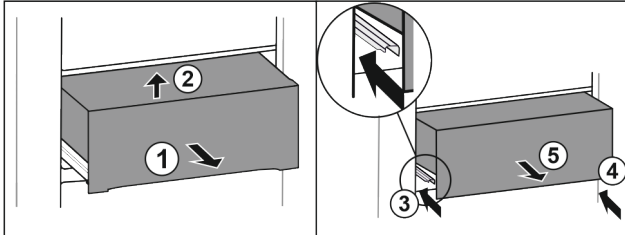

Fig. 28
- ▶ Витягніть ящик на половину Fig. 28 (1).
- ▶ Підняти вперед Fig. 28 (2).
- ▶ Вставити ліву рейку Fig. 28 (3).
- ▶ Вставити праву рейку Fig. 28 (4).
- ▶ Вийняти висувний ящик рухом вперед Fig. 28 (5).